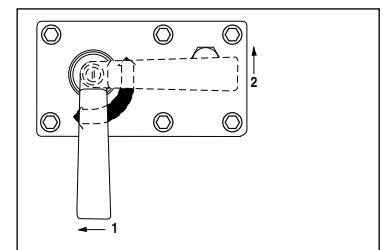

図 6
(図6を参照)
3. バルブハンドルを後退位置 (「2」) まで回します (バルブ位置は図6を参照)。